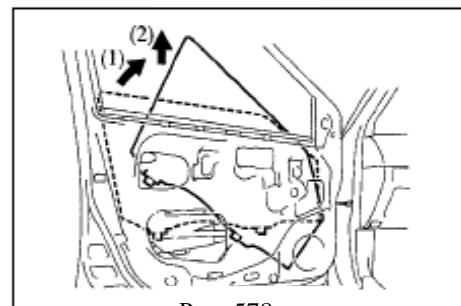

Рис. 578
b. Выньте стекло левой передней двери, как показано на рисунке (рис. 578);